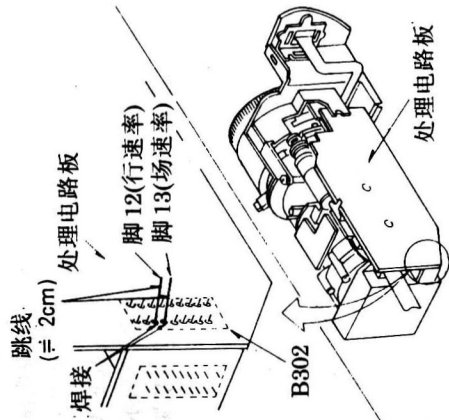

图 43
- ② 为保持摄像部分的清洁,摄像部分的维修工作必须在无尘场地进行;
- ③ 为了取得最佳调试效果,在调整前应预热摄像部分;
- ④ 为了触发示波器,将跳线焊至 B302 的行速率脚 12 和场速率脚 13,在调整结束后,断开跳线,如图 43 所示;
- ⑤ 如果运用测试卡,应保证光源色温为 3200K。